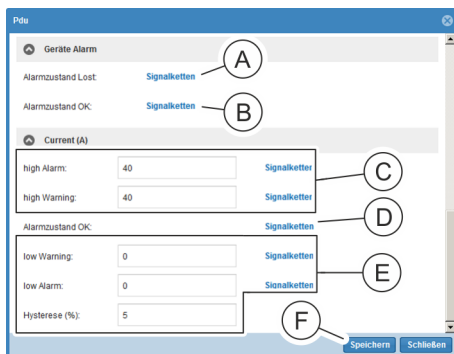

Abb. 109: Fenster "PDU"
6. Im Bereich „Geräte-Alarm“ für den „Alarmzustand LOST“ und „Alarmzustand OK“ bei Bedarf eine Signalkette konfigurieren. Dazu auf die Schaltfläche „Signalketten“ (Abb. 109/Ⓐ bzw. Ⓑ) klicken.
8. Im Bereich „Current (A)“ einen Wert für „high Alarm“ und „high Warning“ eingeben (Abb. 109/Ⓒ) und eine Signalkette zuweisen (analog zu Schritt 6 und 7).
9. Im Bereich „Current (A)“ für den Parameter „Alarmzustand OK“ (Abb. 109/Ⓓ) bei Bedarf eine Signalkette zuweisen (analog zu Schritt 6 und 7).
10. Im Bereich „Current (A)“ einen Wert für „low Alarm“, „low Warning“ und „Hysteresis“ eingeben (Abb. 109/Ⓔ) und eine Signalkette zuweisen (analog zu Schritt 6 und 7).
11. Auswahl über die Schaltfläche „Speichern“ (Abb. 109/Ⓕ) bestätigen.